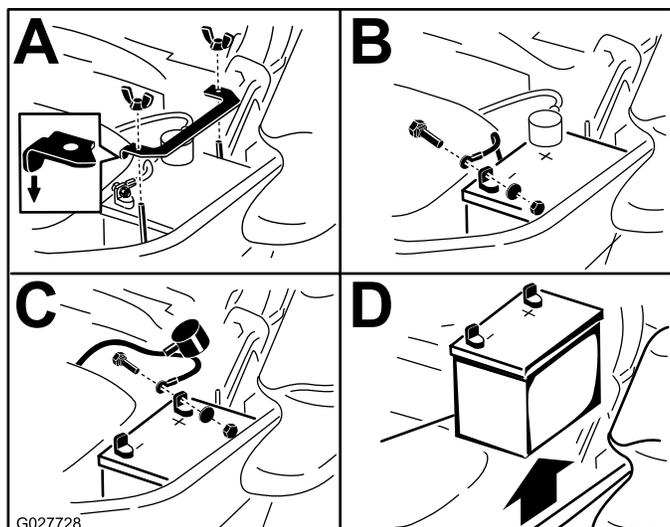

Figure 51
3. Commencez par débrancher le câble négatif (noir) de la borne négative (-) (noire) de la batterie (Figure 51).
4. Enlevez le capuchon rouge de la borne positive (rouge) de la batterie et débranchez le câble positif (+)(rouge) (Figure 51).
5. Retirez l'écrou à oreilles qui fixe la barrette de maintien de la batterie (Figure 51).
6. Déposez la barrette de maintien (Figure 51).
1. Placez la batterie dans son support en tournant les bornes à l'opposé du réservoir hydraulique (Figure 51).
4. Fixez les câbles avec 2 boulons, 2 rondelles et 2 contre-écrous (Figure 51).
6. Reposez la barrette de maintien et fixez-la avec l'écrou à oreilles (Figure 51).